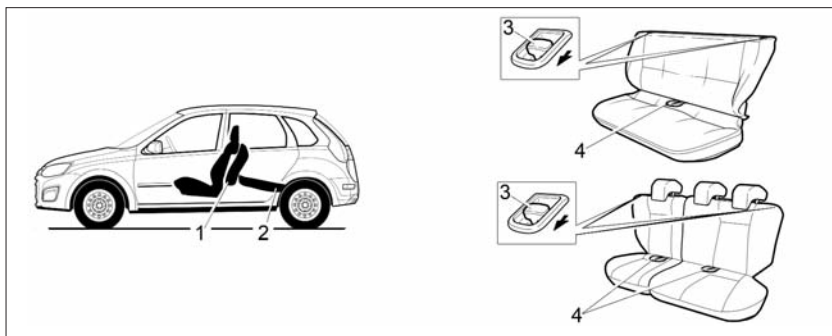

Рис. 12. Раскладка заднего сиденья
- потяните за петлю 4 (рис. 12) и установите подушку 1 в вертикальное положение. При необходимости сдвиньте передние сиденья вперед;